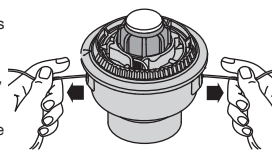

Fig. 19
9. Si le rembobinage du fil devient difficile ou si le fil se coince, tirez-en les extrémités de la bobine. Continuez de rembobiner le moulinet intérieur vers la gauche (Fig. 19).
4. Maintenez le moulinet intérieur et installez le bouton de butée, le ressort, et le joint en mousse en poussant le bouton de butée vers le bas et en le tournant à droite. Saisissez les extrémités et tirez fermement pour dégager le fil des fentes de retenue du moulinet intérieur (Fig. 19).
Si le SpeedSpool® ne déroule pas le fil correctement, tirez fermement les extrémités du fil loin de la bobine (Fig. 19). Si cela ne suffit pas, suivez les instructions de Nettoyage du SpeedSpool®.